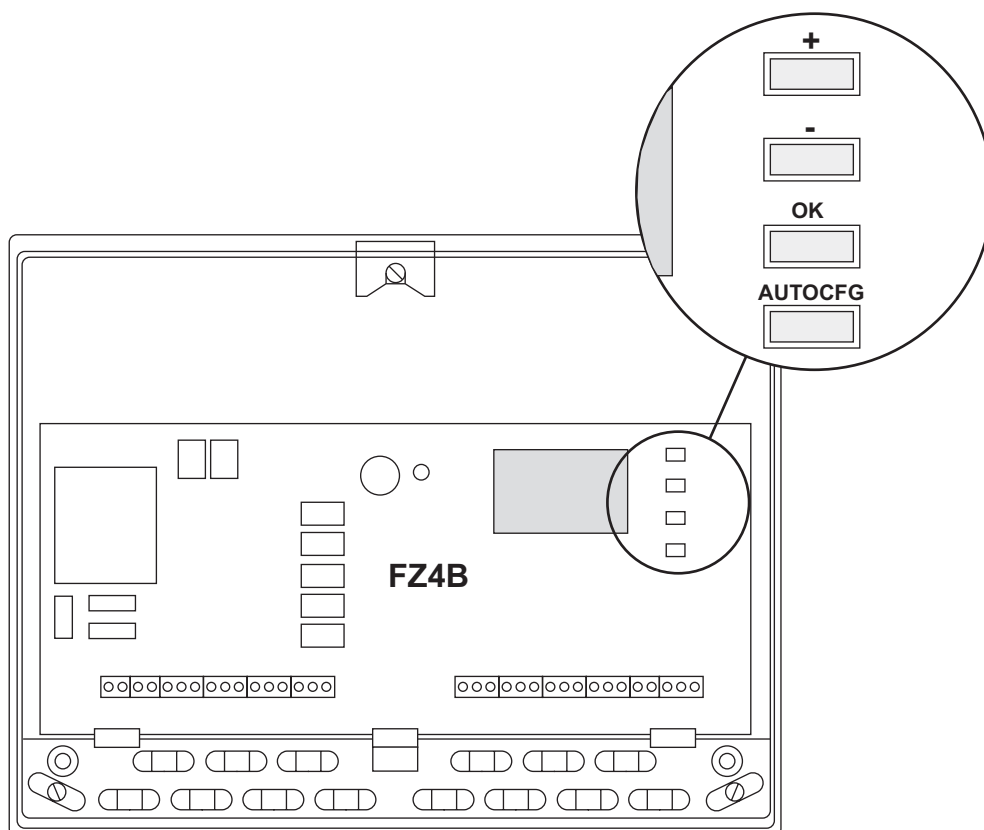

fig. 40 - Centralina FZ4B
**Attenzione:** La caldaia è predisposta per il funzionamento con **termostato ambiente** sulla zona bassa temperatura. Collegando il **cronocomando remoto** sarà necessario configurare la centralina **FZ4B**. Per fare questo, premere il tasto **AUTOCFG** (vedi fig. 40) fino al lampeggio contemporaneo di tutti i leds della scheda **FZ4B**. La caldaia sarà quindi pronta per funzionare con cronocomando remoto sulla bassa temperatura.